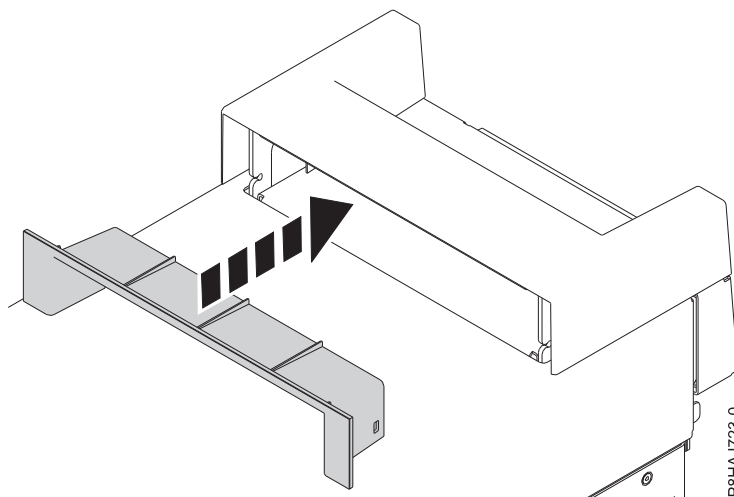

Figure 180. Insertion de la pièce plastique dans la poignée sur un système autonome 8286-41A
2. Insérez la pièce plastique (garniture intérieure) dans la poignée en la poussant fermement comme illustré figure 180.